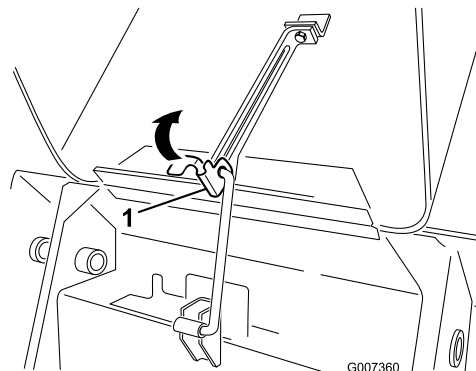

Figura 29
1. Sollevare la linguetta che assicura l'asta di supporto (Figura 29)